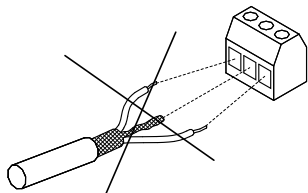

Fig. 39 No retorcer los extremos de la pantalla
- Hay que evitar terminar la pantalla retorciendo los extremos. Ver fig. 39. Utilizar abrazaderas para cables o entradas para cable roscadas en su lugar.